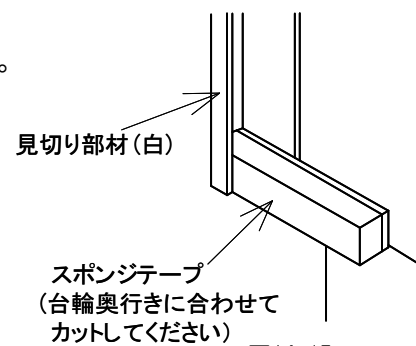

図14-15
- ③スポンジテープを図に示す位置に貼り付けてください。(図14-15)